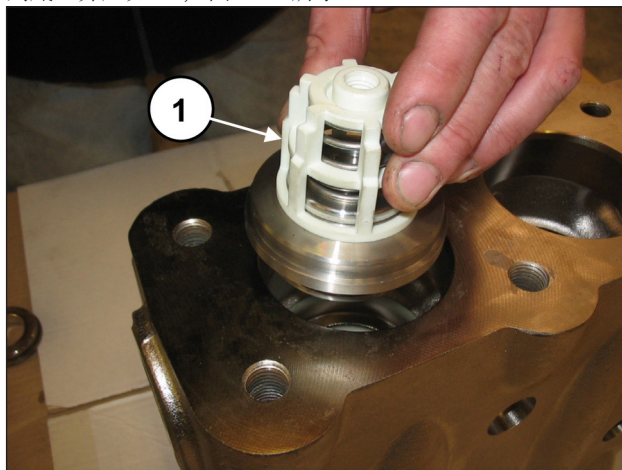
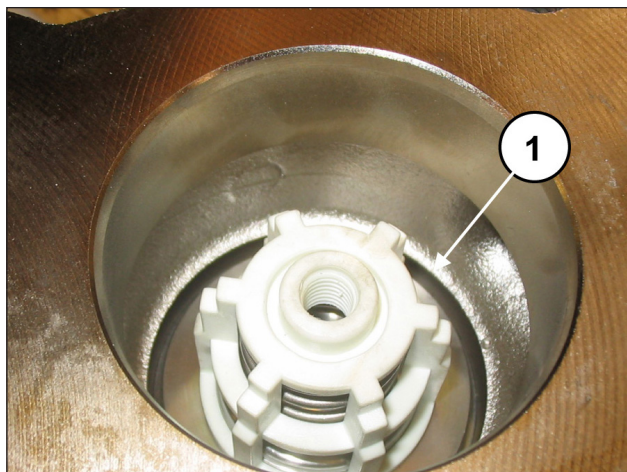

图 107
图 108
插入排出阀组（位置①，图 107）。整个阀组必须完全插入到底，并应如 ①，图 108 所示。